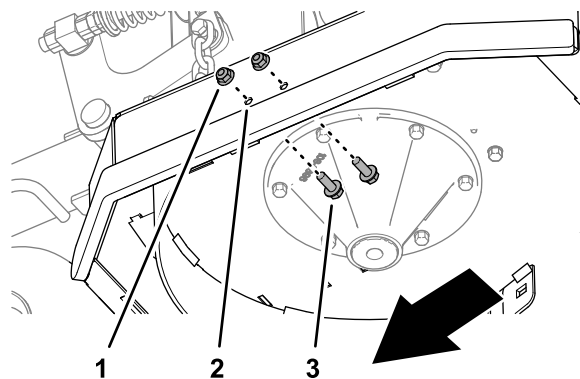

Bild 12
2. Setzen Sie die beiden Bundkopfschrauben ($\frac{3}{8}$ " x 1") in die 10 mm Löcher im Mähwerk (**Bild 12**) ein und sichern Sie die Schrauben mit den beiden Sicherungsbundmuttern ($\frac{3}{8}$ "), die Sie in Schritt 1 entfernt haben.